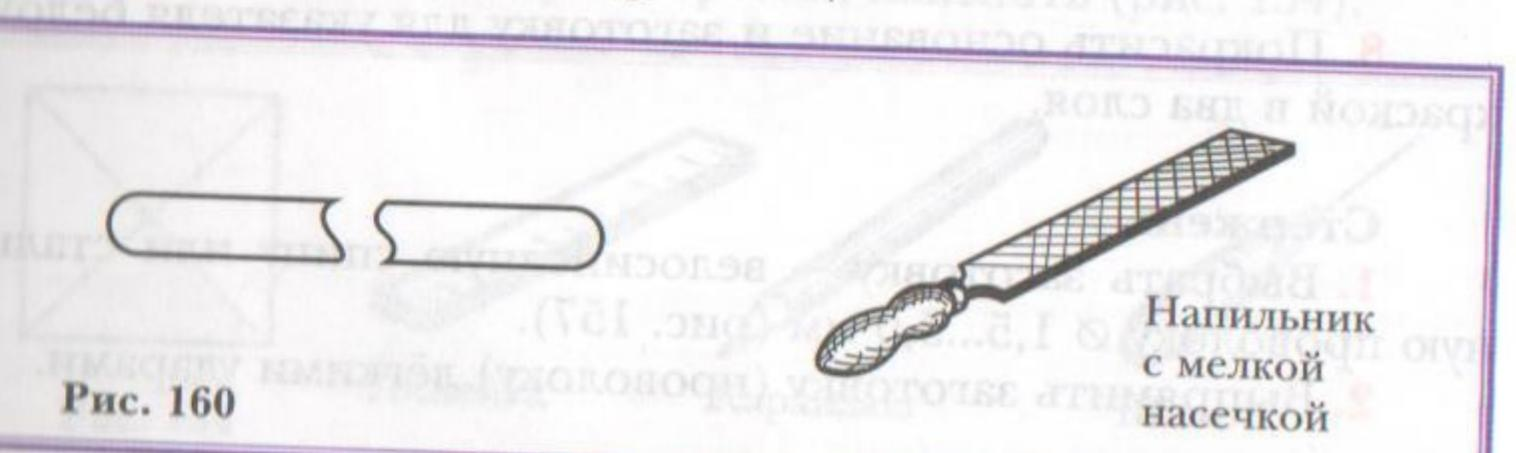

Рис. 160
5. Зачистить концы (рис. 160).